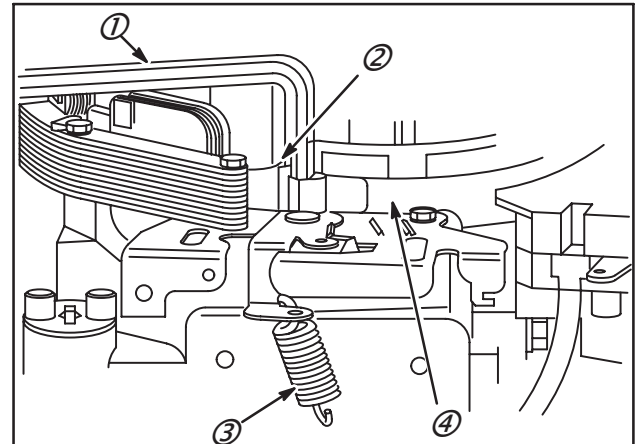

Fig. 120
3. Sur les Anciens modèles de supports de freins, utiliser l'outil Réf. : 19229 (1) pour plier l'accrochage du levier (2) afin de dégager la boucle du frein à bande, relâcher la tension du ressort puis déposer le frein (4), Fig. 120.